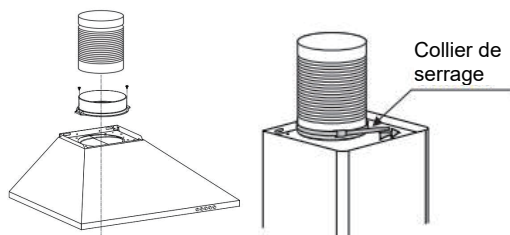

Fig. 3
5. Installer la sortie d'air sur la hotte aspirante à l'aide de deux vis et fixez le conduit d'évacuation à l'aide d'un collier de serrage (voir Fig.3). **Remarque : le conduit d'évacuation n'est pas inclus avec l'appareil.**